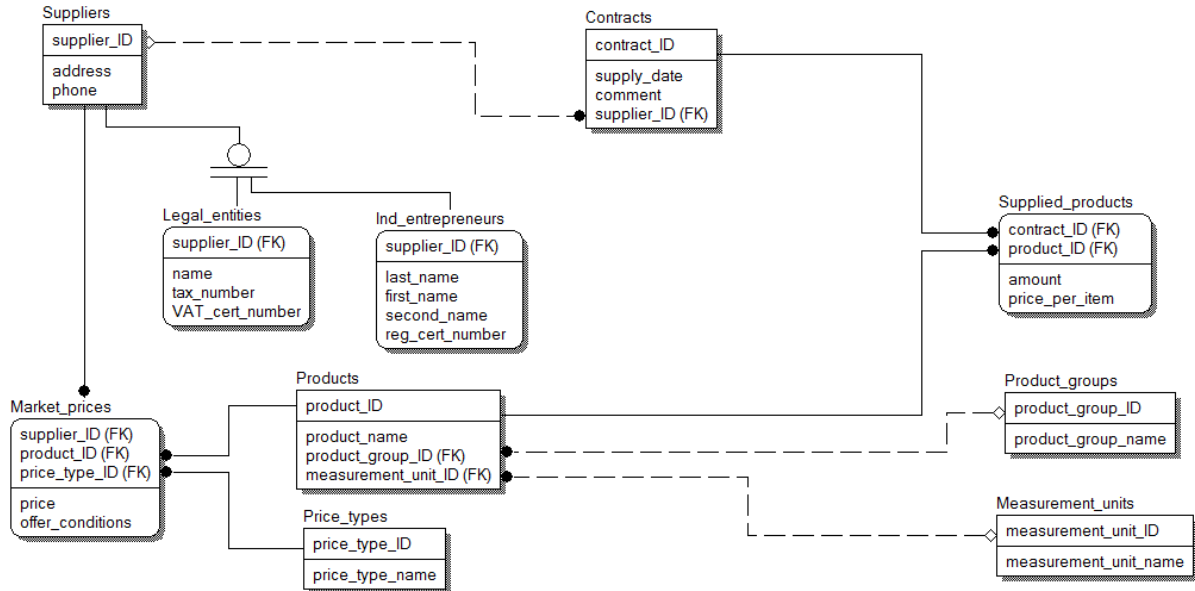

Рисунок 4
6. Створення між сутностями зв'язку типу «багато-до-багатьох» (рисунок 4).